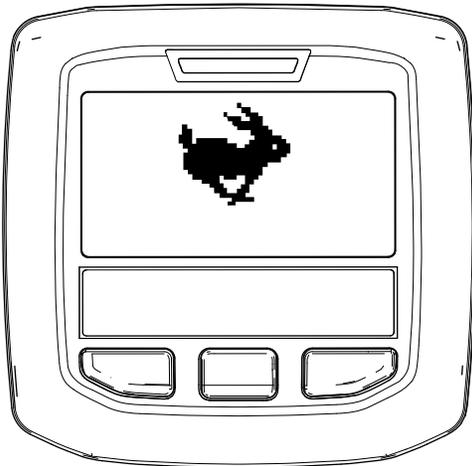

**Bild 83**
3. Drücken Sie die linke Seite des Transport-/Aerifizierschalters auf die TRANSPORT-Stellung (Bild 83).
5. Fassen Sie den linken oder rechten Lenker und den Schaltbügel (Bild 83), und drücken Sie den Schaltbügel an den Lenker.